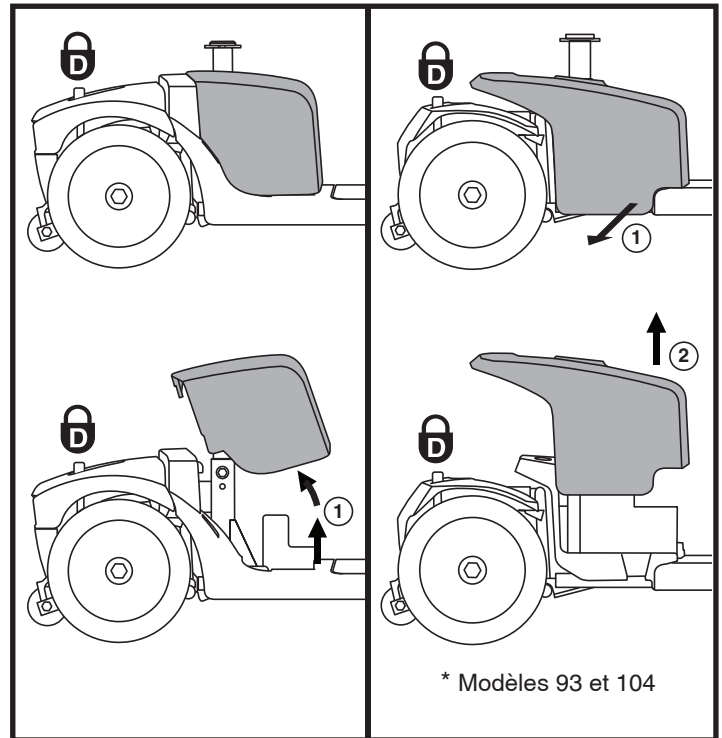

Figure 15. Retirer/Installer le protecteur de la batterie
1. Retirez le siège et le capot à batteries. Voir la figure 15.